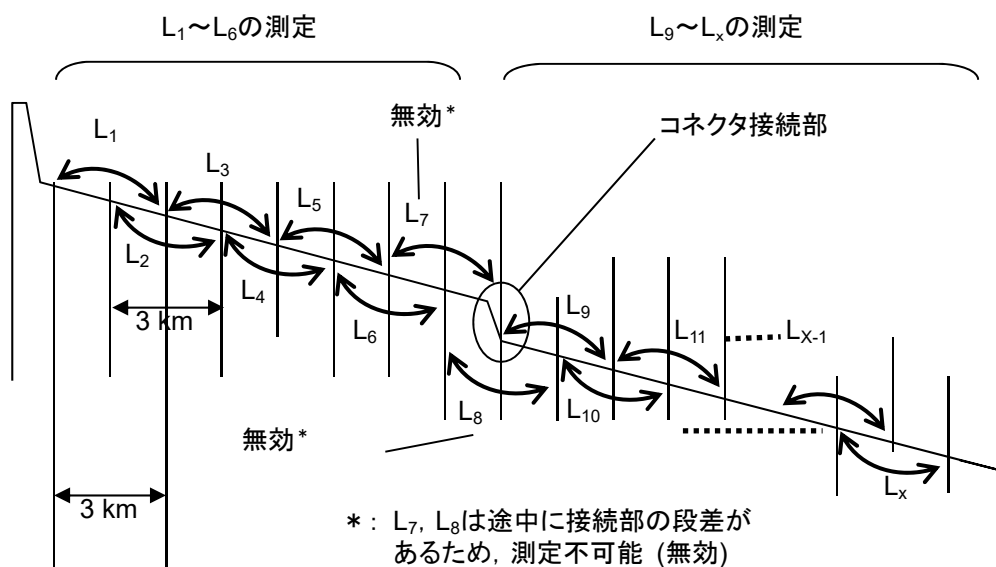

図 14.3.5-2 リニアリティ測定図
20. ロータリノブを回して 1.5 km に ①, 4.5 km にマーカ ②を移動します。
21. ①-②の dB/km を記録します。これを図 14.3.5-2 の L_2 とします。